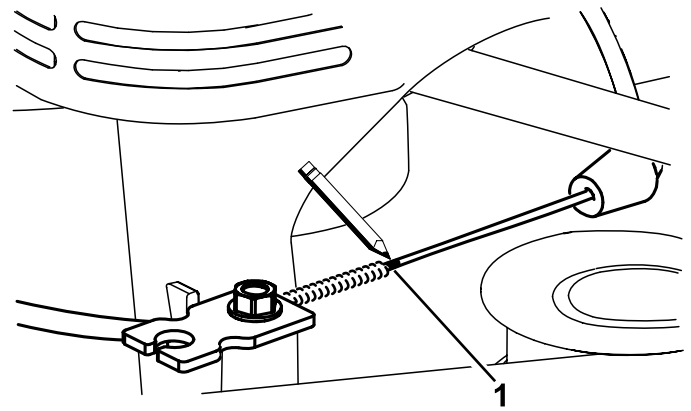

**Figura 44**
6. Tire de la cubierta del cable para eliminar la holgura (Figura 44).